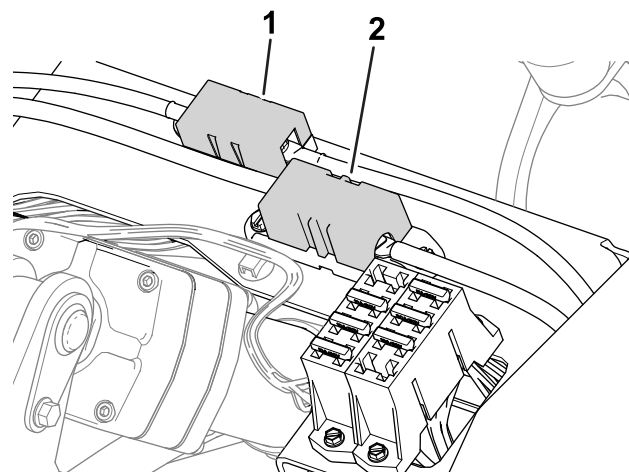

図 53
- ジェネレータのヒューズ 100 A と右ホイールモータのヒューズ 60 A は座席下にあります 図 53。